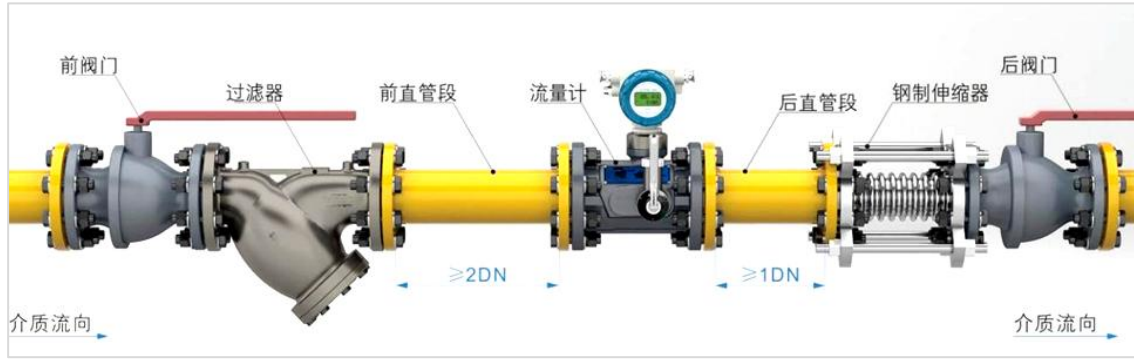

图 6 流量计水平安装示意图
- 5.5.3 管道设备配置建议按图 6 所示安装；为了便于维修，不影响流体正常运送，应并联一路作为备用计量管道。